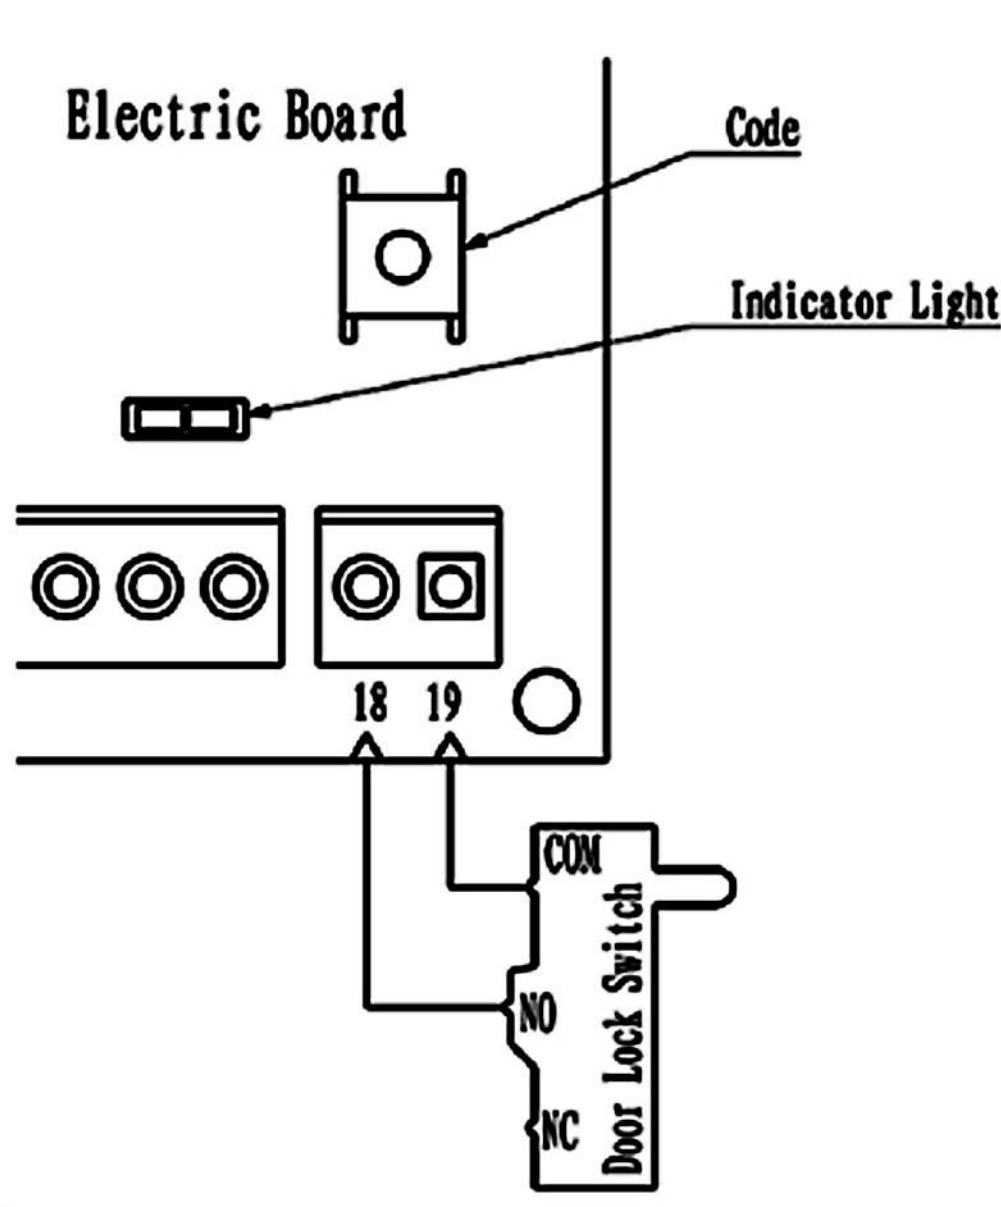

Figura 9
6.4.- Conexión del Desbloqueo Eléctrico del Sistema Manual de Emergencia Borne 18 y 19. (véase figura 9)